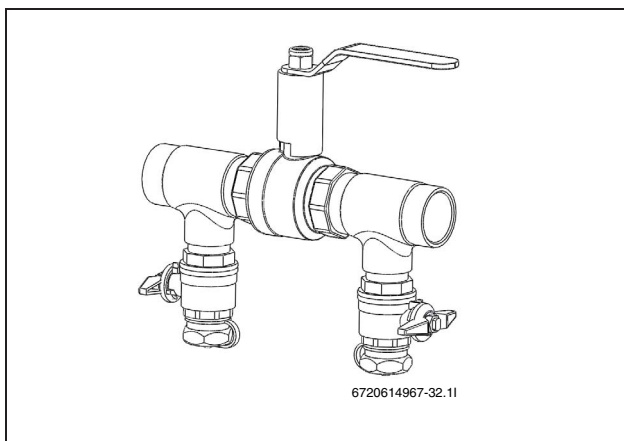

Bild 18 Påfyllnadssats i normalläge
- Vrid ventilerna på påfyllnadssatsen till normalläge (→ Bild 18) och stäng av pumpen på påfyllnadsstationen.